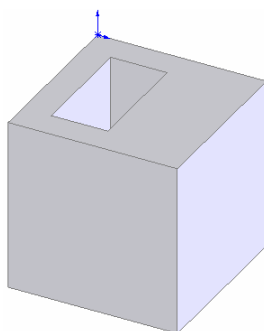

图 5-83 抽壳的图形
④ 确认抽壳特征。单击“抽壳”属性管理器中的“确定”图标按钮, 结果如图 5-83 所示。